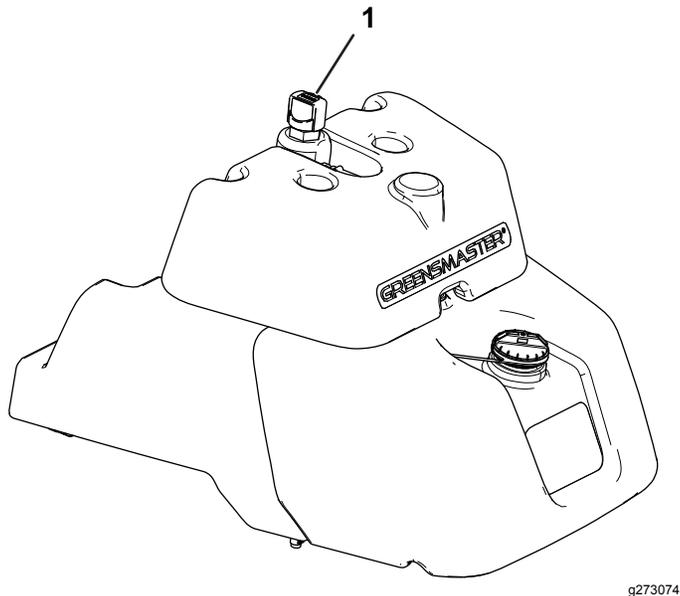

图 42
2. 找到主液压油箱顶部的量油尺图 42 然后转至步骤 3。